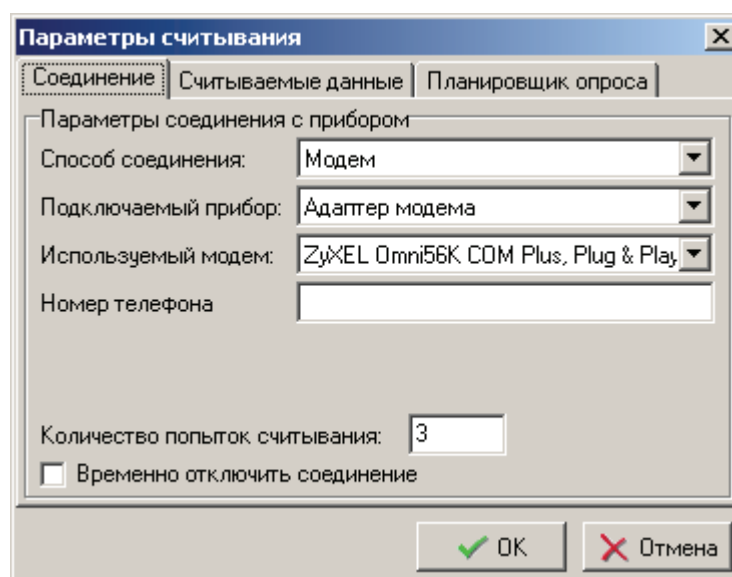

Рисунок 3.39
- **Добавить** (дублируется аналогичной командой контекстного меню) - открывается окно **Параметры опроса узла** для создания нового соединения (см. рисунок 3.39);
- **Изменить** (дублируется аналогичной командой контекстного меню) - открывается окно **Параметры опроса узла** для изменения выбранного соединения (см. рисунок 3.39);
Окно **Параметры опроса узла** (см. рисунок 3.39) предназначено для добавления нового или редактирования существующего соединения. Оно состоит из трех закладок:
Закладка **Соединение** (см. рисунок 3.39) содержит параметры соединения (ниже приведены параметры для создания соединения через модем):